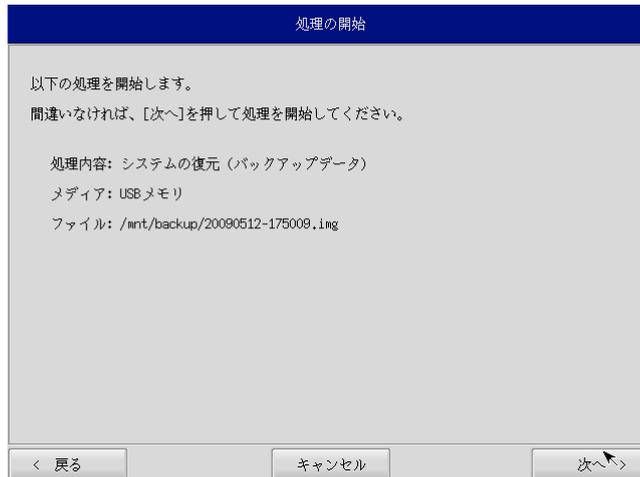

図 6-4-4. 確認画面
- ⑨ 確認画面(図 6-4-4)が表示されます。メディア、パーティション、バックアップファイルを確認します。[次へ]ボタンを押します。